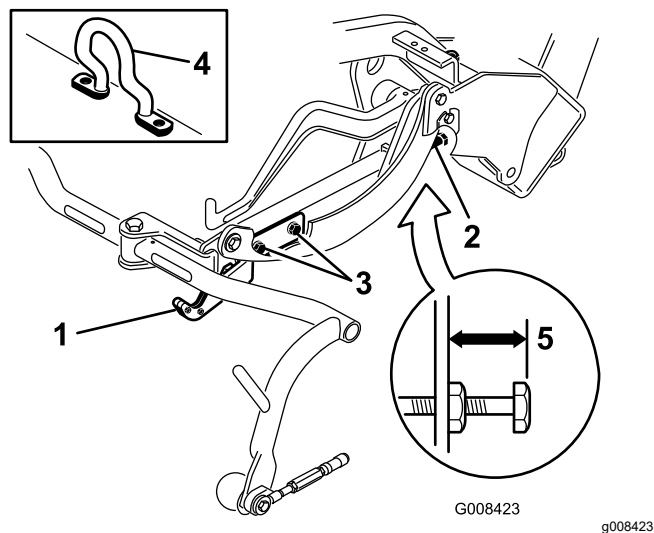
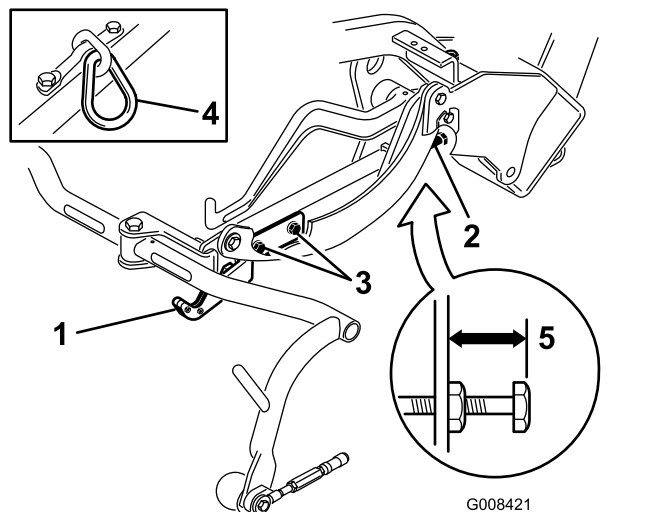
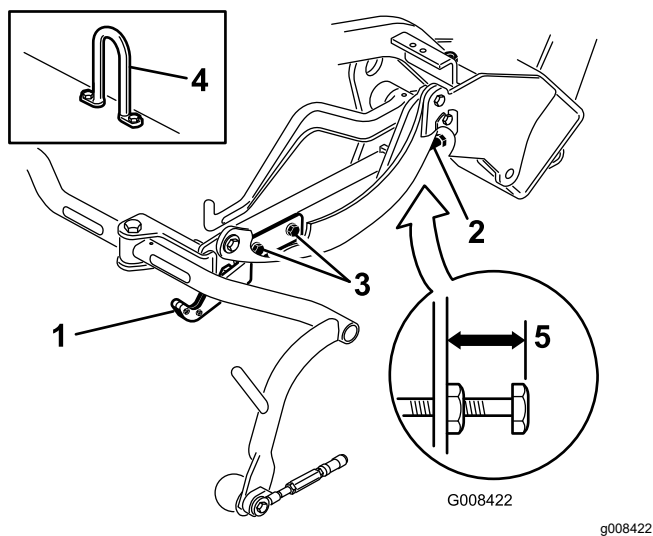

Figura 11
Figura 12
Figura 13
Verifique a altura de transporte (Figura 12 e Figura 13) e ajuste-a, se necessário.
2. Em unidades de corte equipadas com um gancho de elevação desviado (Figura 11, em destaque) verifique se a distância a partir da parte superior do parafuso de ajuste da estrutura de suporte até à parte posterior da estrutura de suporte é de 25 mm. Se a distância não for de 25 mm, avance para o passo 4.
4. Desaperte os parafusos de montagem da placa de transporte (Figura 12, Figura 13 e Figura 11).
7. Se as estruturas de suporte não estiverem à mesma altura, desaperte a porca de bloqueio no parafuso de ajuste da estrutura de suporte (Figura 11, Figura 12 e Figura 13). Rode o parafuso para fora para elevar e para dentro para descer. Aperte a porca de retenção após ajustar a altura devida.